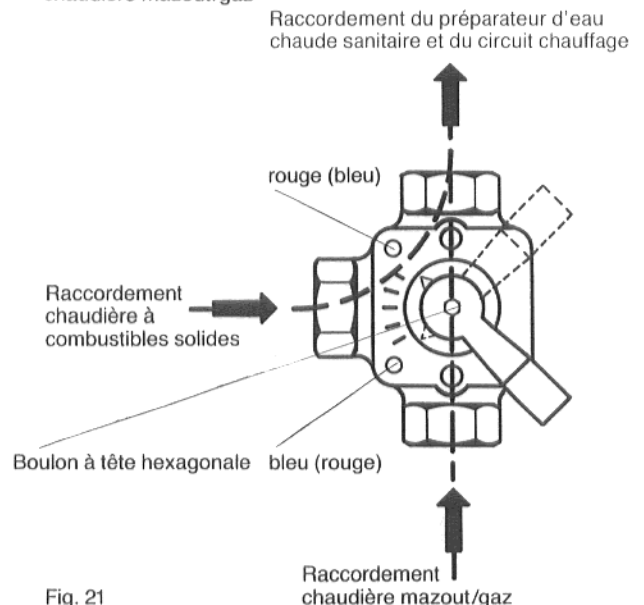

Fig. 21
- Transformation de l'inverseur selon les prescriptions locales en vigueur (Vanne mélangeuse Buderus 3 voies avec servo-moteur fig. 21, 22).
La fig. 21 représente l'état à la livraison de la vanne mélangeuse pour le raccordement à droite de la chaudière à combustibles solides. Pour le chauffage mazout/gaz régler le levier sur position »rouge«.